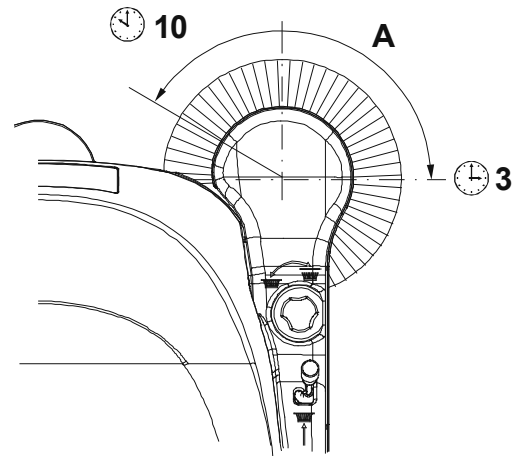

Abbildung 1
- Seitenbesen durch Betätigen des Schalters (1) anhalten, Besen anheben und Gerät zur Seite fahren.
- Prüfen, ob die Seitenbesenspur hinsichtlich Ausdehnung und Ausrichtung der Abbildung (A, Abb. 1) entspricht: Der Seitenbesen muss den Boden in einem Kreissegment zwischen „10 Uhr und 3 Uhr“ berühren.
2. Zur Höheneinstellung der Seitenbesen Drehregler (13) im oder gegen den Uhrzeigersinn drehen.